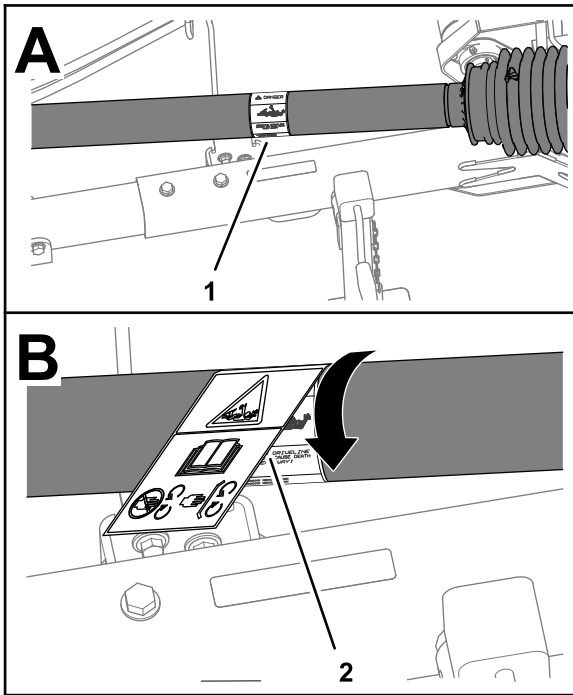

Figura 3
1. Gire el protector del árbol para acceder a la pegatina existente de enredamiento (Figura 3).
4. Coloque la pegatina de enredamiento CE sobre la pegatina de enredamiento existente (Figura 3).